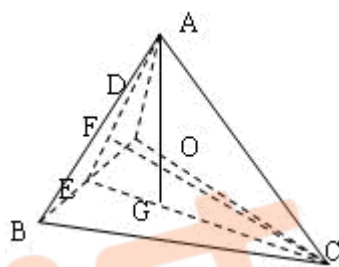

图 2-2 四面体空隙
- (1) 计算四面体空隙所能容纳的最大阳离子半径，并与书末附表 Li^+ 半径比较，说明此时 O^{2-} 能否互相接触。
- (2) 根据离子半径数据求晶胞参数。
- (3) 求 Li_2O 的密度。
解：(1) 如图 2-2 是一个四面体空隙，O 为四面体中心位置。